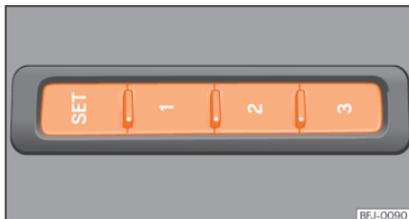

Fig. 111 No lado exterior do banco do condutor: botões de memória.
- Pressione o botão **SET** durante mais de 1 segundo »» **Fig. 111**.